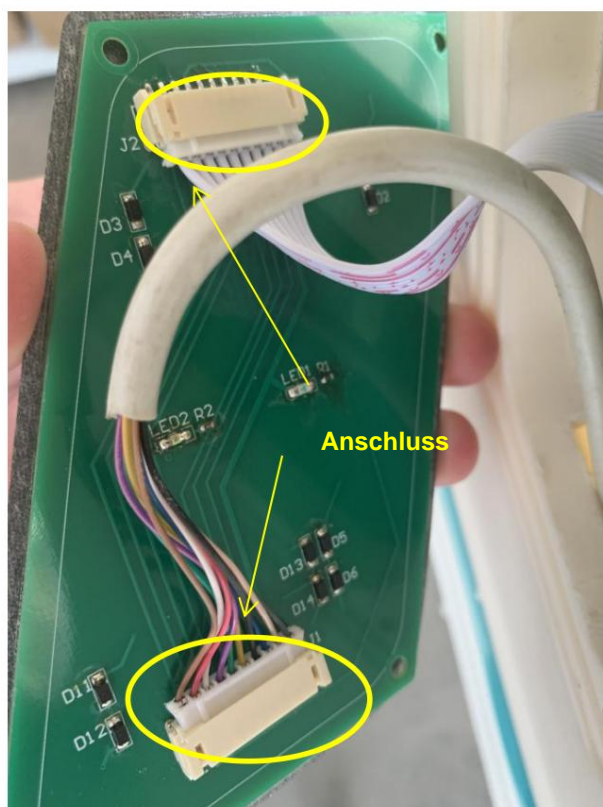

Abb. 1-5
C. Problembestimmung: Wenn der Platinenstecker locker ist, stecken Sie ihn fest ein, siehe Abb. 1-5.